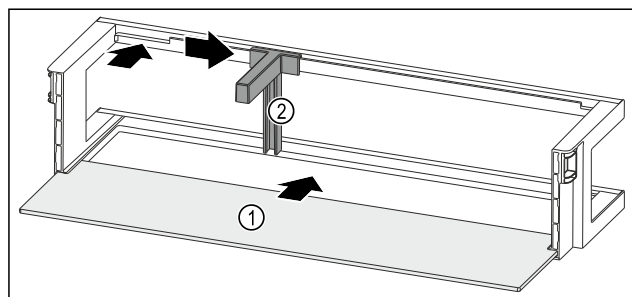

Fig. 206 Rafti i derës me raft mbajtës
- Futni raftin mbajtës Fig. 206 (1) në folëtë anësore.
- Vendosni mbajtësen e shisheve Fig. 206 (2) te foleja.
- Shtyni anash mbajtësen e shisheve Fig. 206 (2) në pozicionin që dëshironi.